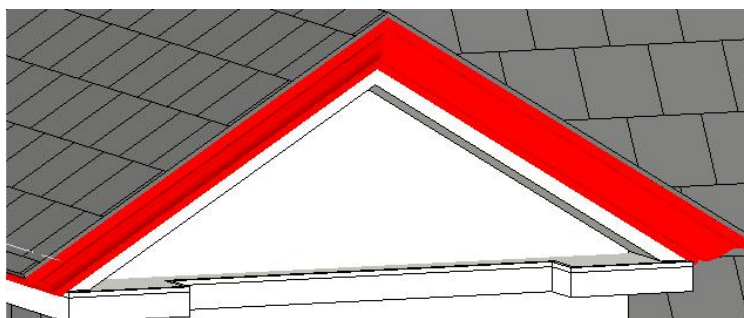

图 7-21 冠状封檐带
2) 高亮显示屋顶、檐底板、其他封檐带或模型线的边缘，然后单击以放置此封檐带（图 7-21）。单击边缘时，Revit 会将其作为一个连续的封檐带。如果封檐带的线段在角部相遇，它们会相互斜接。